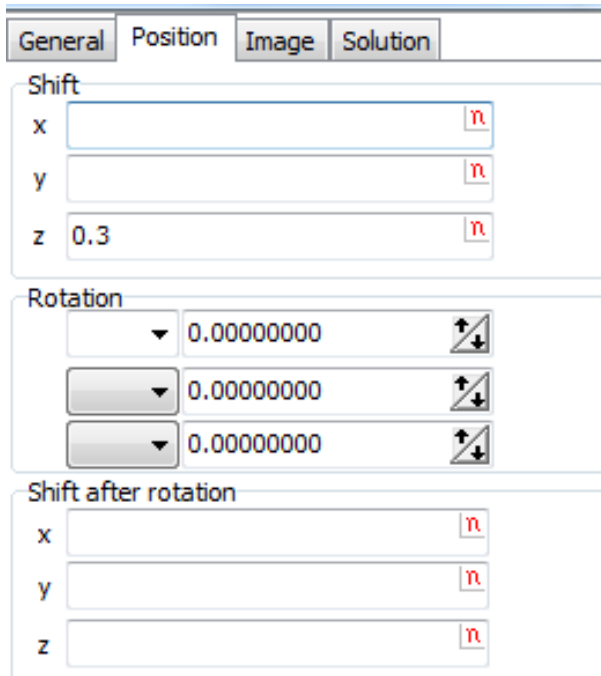

图 1.6
5. 设置 **Shift | z** 为 **0.3**，如图 1.6 所示。